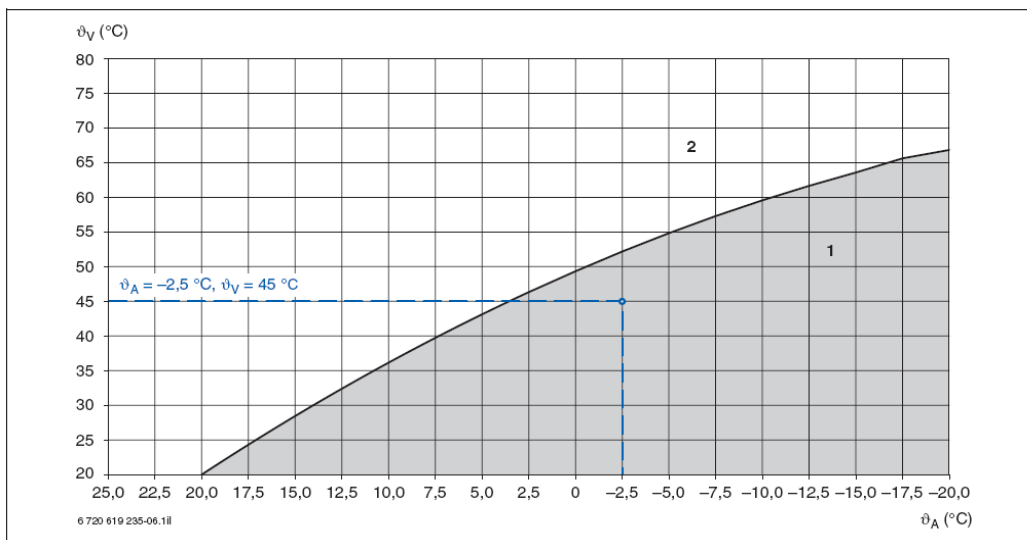

Рисунок 148 Диаграмма для вычисления требуемой системной температуры
- Перенести измеренные значения в диаграмму для вычисления требуемой системной температуры (→ Рисунок 148).